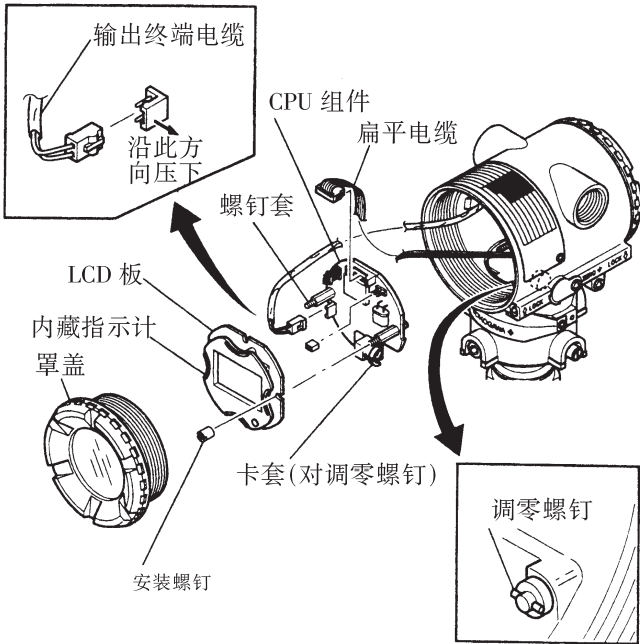

图 9.4.1 LCD 板与 CPU 组件的拆卸与安装
本节讲解内藏指示计替换方法，(见图 9.4.1)
■本节介绍 CPU 组件替换步骤(见图 9.4.1)替换时请采取防静电措施。
- ①旋出罩盖。
- ②调节调零螺钉，直至螺钉头的槽孔位于垂直位置,如图 9.4.1 所示
- ③拨出输出终端电缆(尾端接棕色端子)。操作时，轻轻按住 CPU 组件上的插座,拨出电缆,使其脱离。
- ④用套筒螺丝刀(对边长 5.5mm)松开两颗螺钉套。
- ⑤沿直线取出 CPU 组件。
- ⑥拨下连接 CPU 组件与膜盒的扁平电缆,(尾端接黑色端子)。